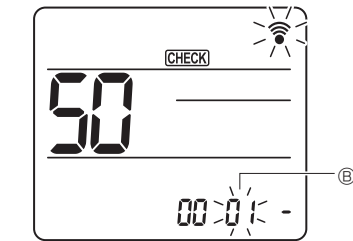

Fig. 6-18
- Mod numarasını [C] ayarlamak için [C] düğmesine basın. (Fig. 6-18)